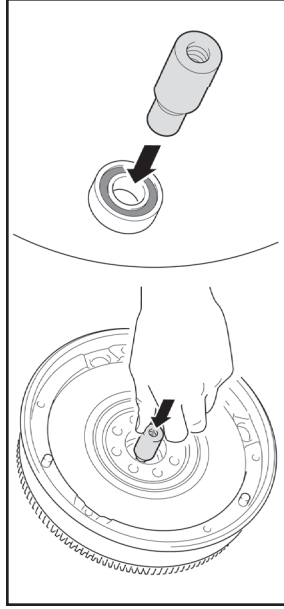

Fig. 1
- Enlever le boulon fileté et insérer le corps de l'outil d'installation dans le roulement pilote d'embrayage du volant moteur. (Fig. 1)
- Detach the threaded bolt and insert the body of the installation tool into the flywheel pilot bearing. (Fig. 1)
- Quite el perno roscado e inserte el cuerpo de la herramienta de instalación en el balero piloto del volante. (Fig. 1)